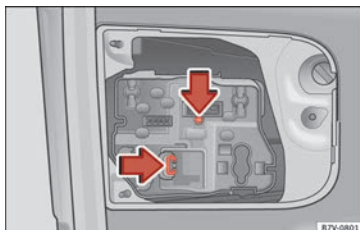

Abb. 112 In der Heckklappe: Lampenträger herausnehmen.
4. Verriegelungslaschen in Pfeilrichtung drücken » **Abb. 112** und Lampenhalter herausnehmen.